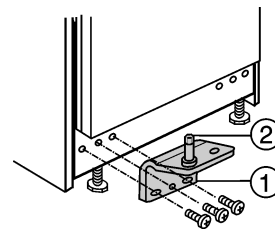

Fig. 9
- Вставьте снизу шарнирный палец Fig. 9 (2) в кронштейн Fig. 9 (1) с подкладной шайбой в опору двери.
- Закрутите кронштейн Fig. 9 (1) (**с усилием 4 Нм**).